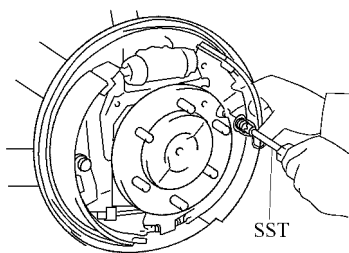

图 15-91 拆下后制动蹄压簧、弹簧座和销子
2) 使用制动蹄下固定弹簧旋具拆下后制动蹄压簧、弹簧座和销子，如图 15-91 所示。然后拆下后制动蹄和制动蹄拉簧。